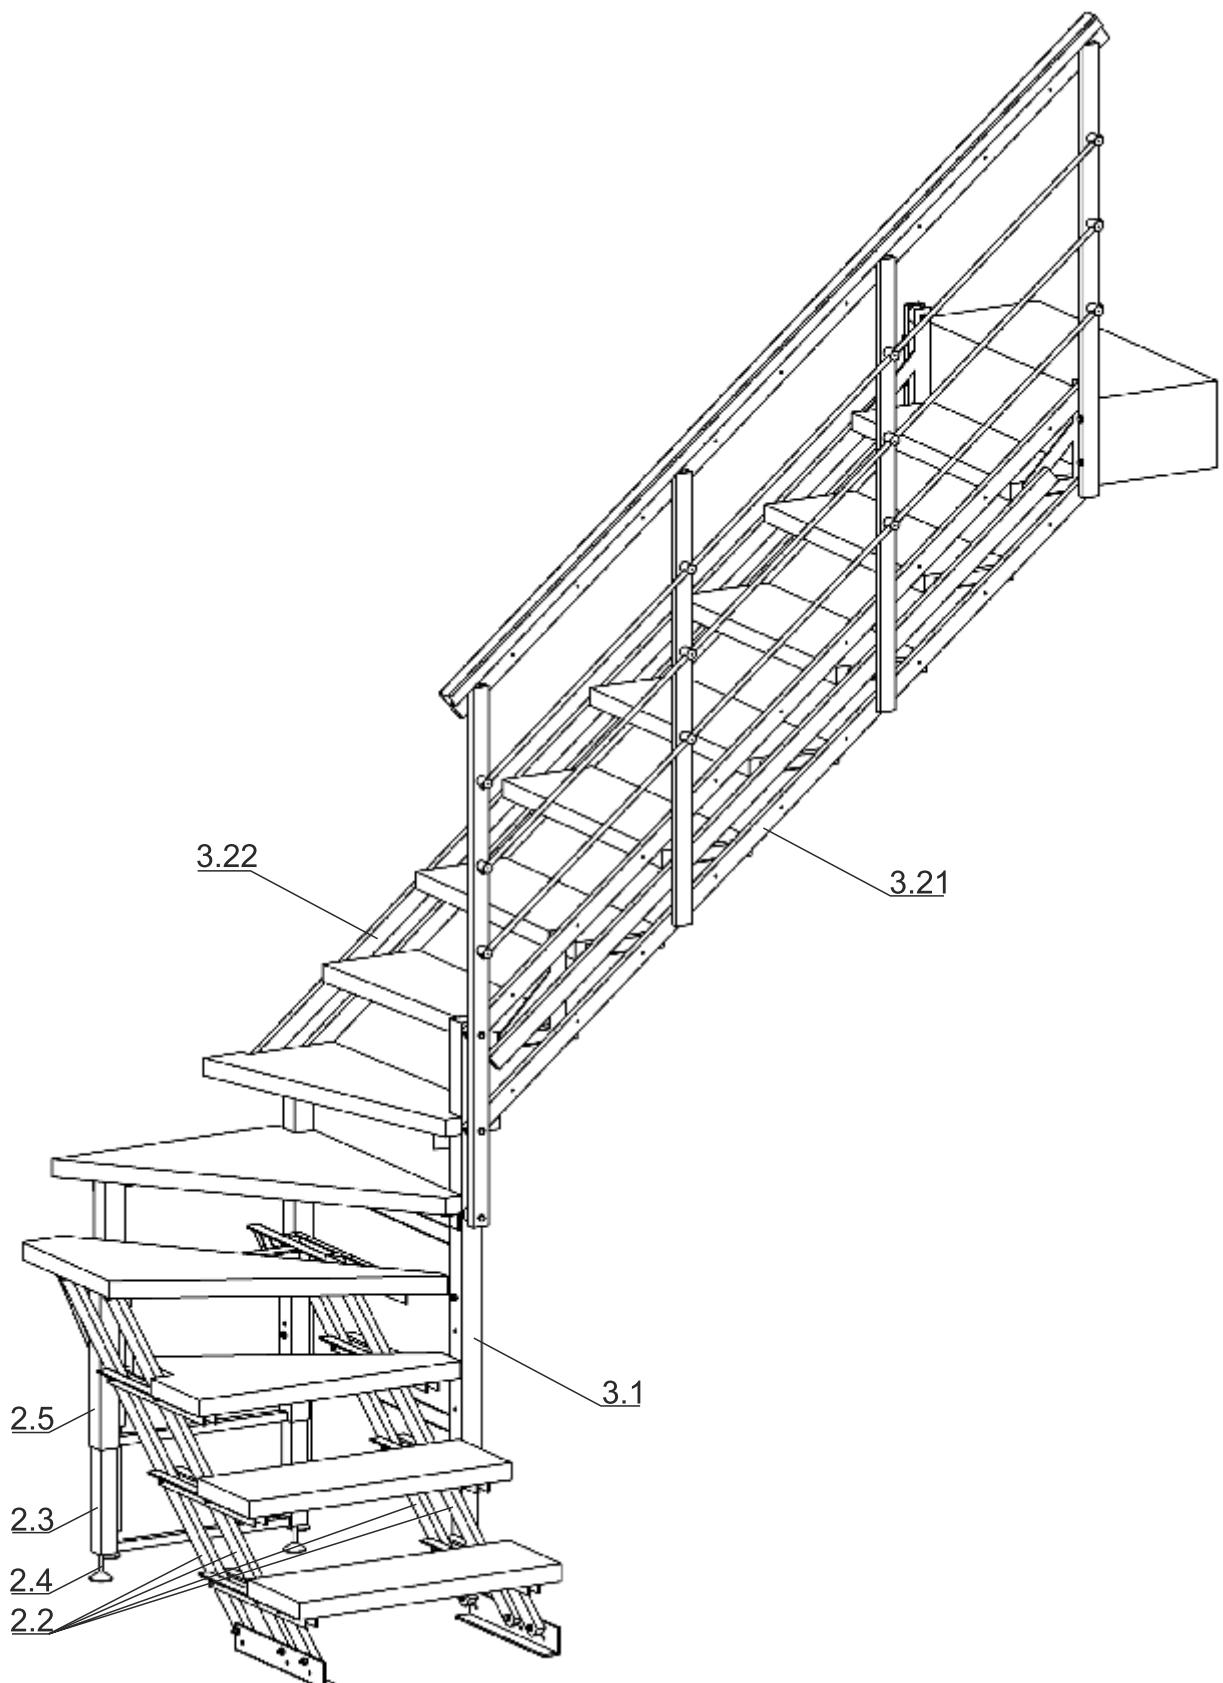

Рисунок 1. Общий вид лестницы
Правильно собранная лестница должна иметь вид как на рис.1 (с поворотом на право). Лестница с поворотом налево - зеркально-симметричная изображенной на рис.1.
- установите первую и последнюю ступени первого марша на свои места (см. рис.1).